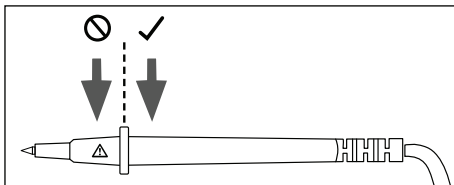

Fig. 3
- Sostenere la punta di misura **6** solo dall'area di presa prevista (vedere fig. 3). Non toccare l'area con il segnale di pericolo ⚠, altrimenti vi è pericolo di folgorazione durante la misurazione!